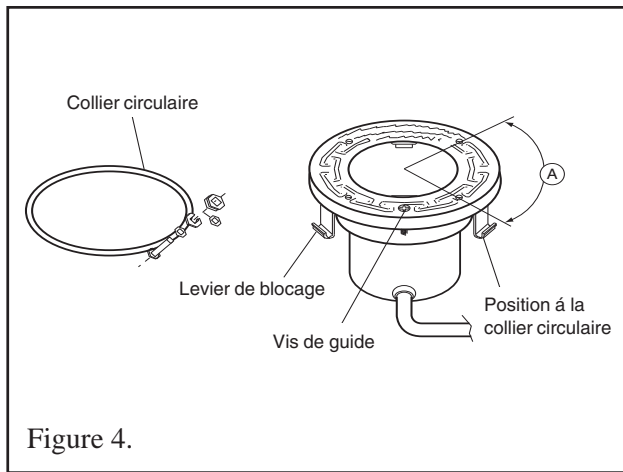

Figure 4.
1. La lampe étant posée sur sa base, placer l'ensemble joint sur son logement comme indiqué (cf. figure 4). **UN NOUVEAU JOINT DE LENTILLE DOIT OBLIGATOIREMENT ÊTRE UTILISÉ CHAQUE FOIS QUE LA LAMPE EST RÉASSEMBLÉE.** Centrer la bague avant en acier inoxydable et la placer par-dessus l'ensemble lentille et joint. Pendant l'installation de cet ensemble, les leviers de blocage devraient être libres en position basse. Aligner la vis de guide spéciale en acier inoxydable de la bague avant sur la flèche de l'étiquette marquée « TOP » (Haut) – la flèche de cette étiquette doit s'aligner sur la vis de guide de la bague.
2. Les extrémités pliées du collier circulaire unitension étant dirigées vers le bas, ouvrir ce dernier et l'insérer dans les rainures en « U » des leviers de blocage. S'assurer que les extrémités pliées du collier se trouvent bien entre les deux leviers comme indiqué sur la figure 4, emplacement A. Vérifier que le collier est correctement engagé dans les rainures de tous les leviers, cf. figure 5.